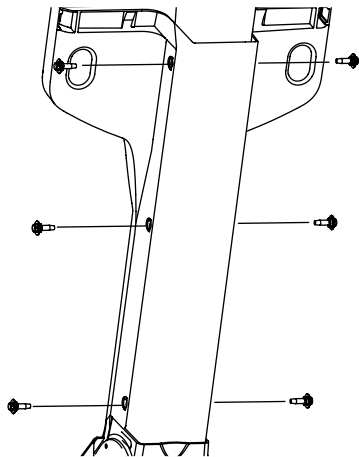

Figure 2-7
- Fixez le support avec les six boulons à épaulement. Voir Figure 2-7. Serrez-les boulons à un couple de 60 po-lb (+/- 20%).